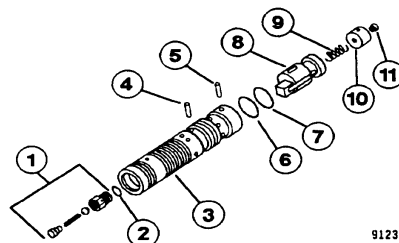

FIGURA 6-9. CONJUNTO DEL CARRETE DEL AMPLIFICADOR
NOTA. El desensamblado del conjunto del carrete del amplificador sólo es necesario si el anillo de goma (2, Figura 6-9), el resorte (9) o el tapón de orificio (11) se deben cambiar. De lo contrario, cambie el conjunto del carrete del amplificador como una unidad completa. Para desensamblado completo, consulte a los pasos 12 y 13.
12. Saque el anillo de retención (7, Figura 6-9), saque el pasador (5). Saque el tapón (10) y el resorte (9). Saque el anillo de retención (6) y el pasador (4) y saque el carrete interno (8).
13. Destornille la válvula de retención (1) y saque. Saque el anillo de goma (2). Saque el perno de orificio (11) del tapón (10).
2. Vuelva a ensamblar el conjunto del carrete del Amplificador en orden inverso. Consulte los pasos 12 y 13 y la Figura 6-9 en desensamblado.